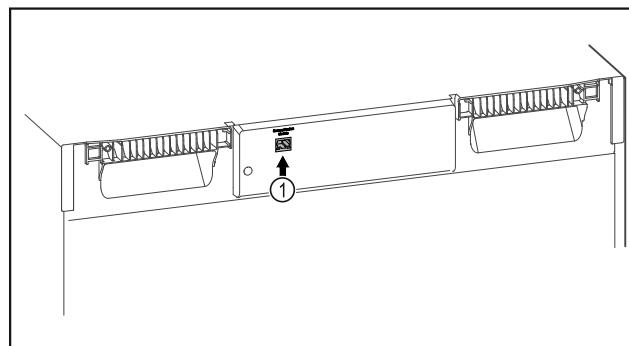

Fig. 119
- SmartModule Fig. 119 (1) este instalat.